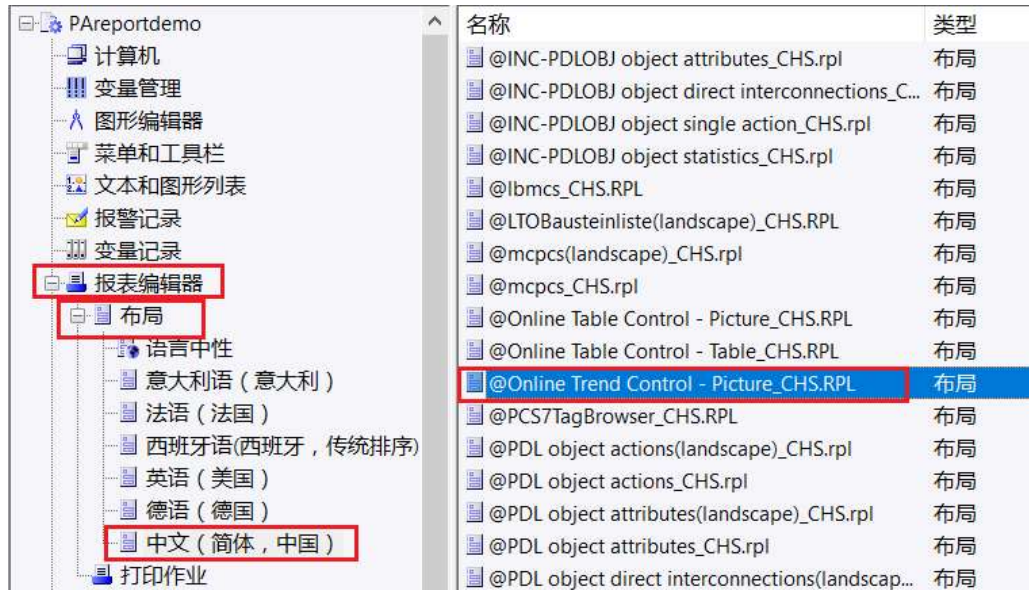

图 13
2.通过 WinCC 项目管理器，在相应的语言中找到布局名称为“@Online Trend Control-Picture.rpl”的布局。如图 13 所示。